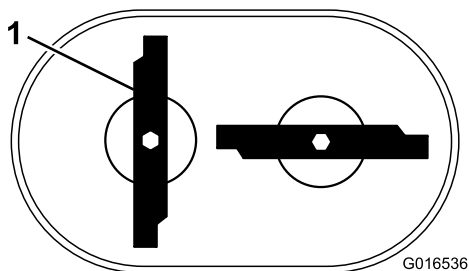

Figuur 42
2. Ondersteun de messen met een plank en draai de mesbout rechtsom met een momentsleutel zoals in Figuur 42; draai de mesbout aan met 82 N·m.